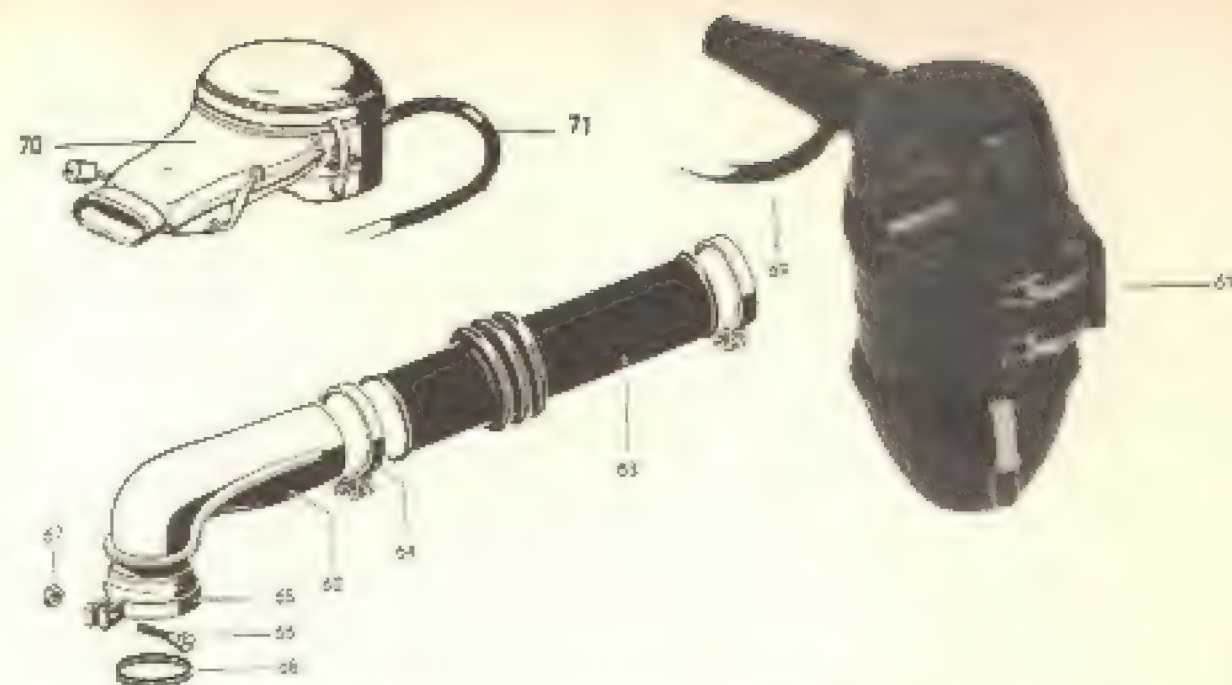

Fig. 19-E — Filtros de ar dos modelos "1300", "1500" e sedan "1600".
**Sistema de ventilação.** — Nos motores "1300", "1500" e "1600" o filtro de ar é ligado ao carter por um tubo flexível (69 e 71, Fig. 19-E) o que permite o aproveitamento dos gases não queimados, constituindo o sistema de ventilação.
O filtro de ar do modelo "1300" (70, Fig. 19-E) possui um tubo de admissão que deve ficar sempre voltado para a esquerda. Nos modelos "1500" e "1600" o filtro tem um tubo de extensão.